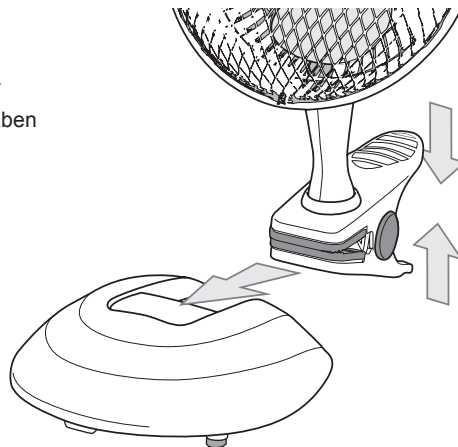

Abbildung 3
1. Drücken Sie die Enden des Clips zusammen (siehe Abbildung 3).